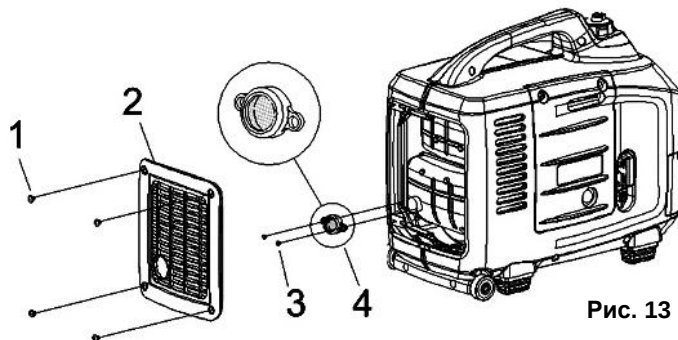

Рис. 13
- Выкрутите винты крепления (1) защитной решетки глушителя (2) и винты крепления (3) искрогасителя (4) (См. Рис.13).
- Снимите искрогаситель (4) (См. Рис. 13).